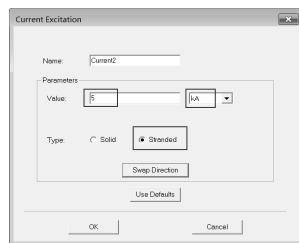

图 19-86 设置激励
Step3：同样，将螺线管另外一个端面也设置为 5kA 电流，与上面操作步骤不同之处为此处的电流方向设置为自里向外，如图 19-86 所示，此时只需单击 Swap Direction 按钮即可完成相应的操作。